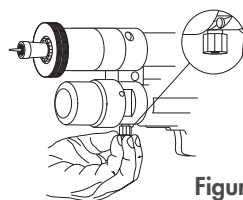

Figura 14
- 1) desenroscar la tuerca de protección situada en el dispositivo de retorno de emergencia (C), como se indica en la figura 14;